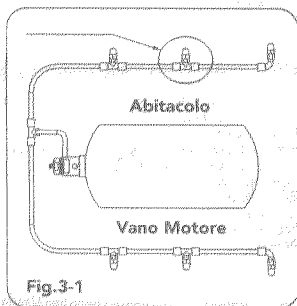

Fig. 3-1
**CABLAGGIO:** Il cablaggio dei tubi con i raccordi è illustrato dal disegno a fianco FIG.3-1. L'ugello cerchiato non comparirà nell'impianto per monoposto.